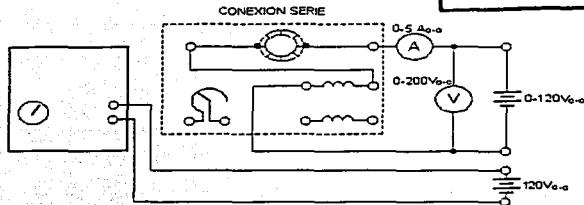

Figura 1
3. Conectar el circuito de la figura 1.